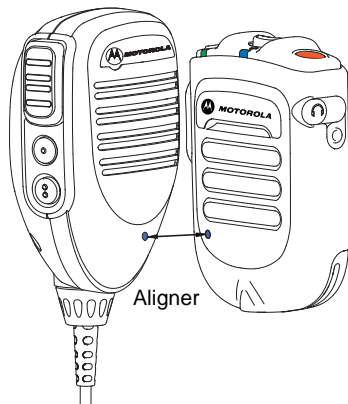

Figure 2.10 : Couplage de votre WRSM
- 2 Placez le point bleu (repère de couplage sécurisé) du WRSM à environ 2,5 cm du point bleu (repère de couplage sécurisé) de la passerelle microphone mobile. Reportez-vous à la section Figure 2.10.